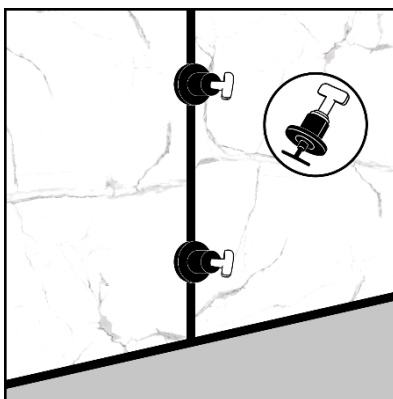

Figura 5
2. Recomendamos usar espaciadores de (3 mm) entre los paneles y entre los paneles y el suelo (Figura 5).